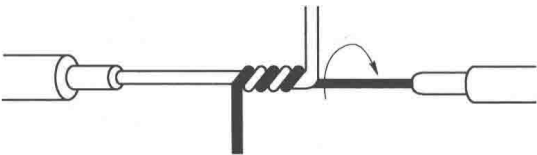

图 1-1-22 互相绞合 2~3 圈后扳直两线头
- 2) 互相绞合 2~3 圈后扳直两线头，如图 1-1-22 所示。